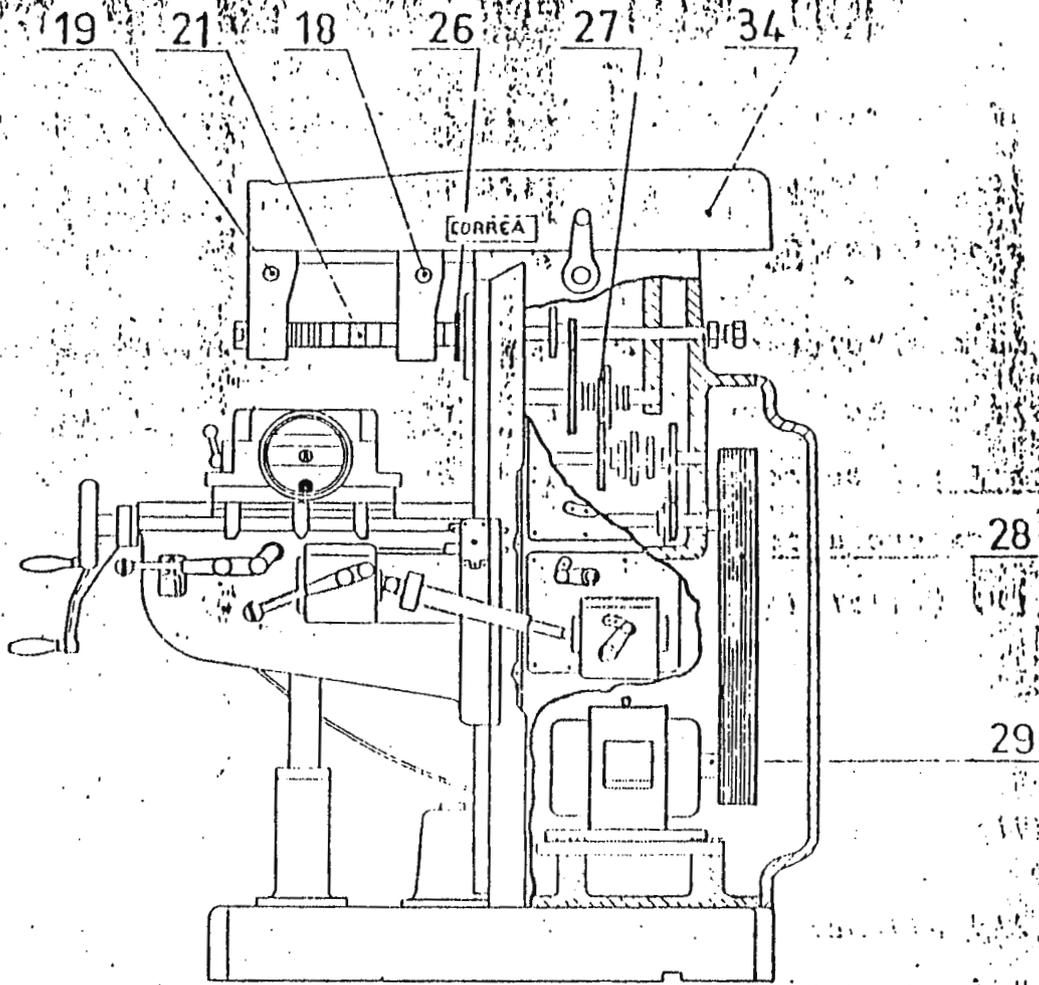
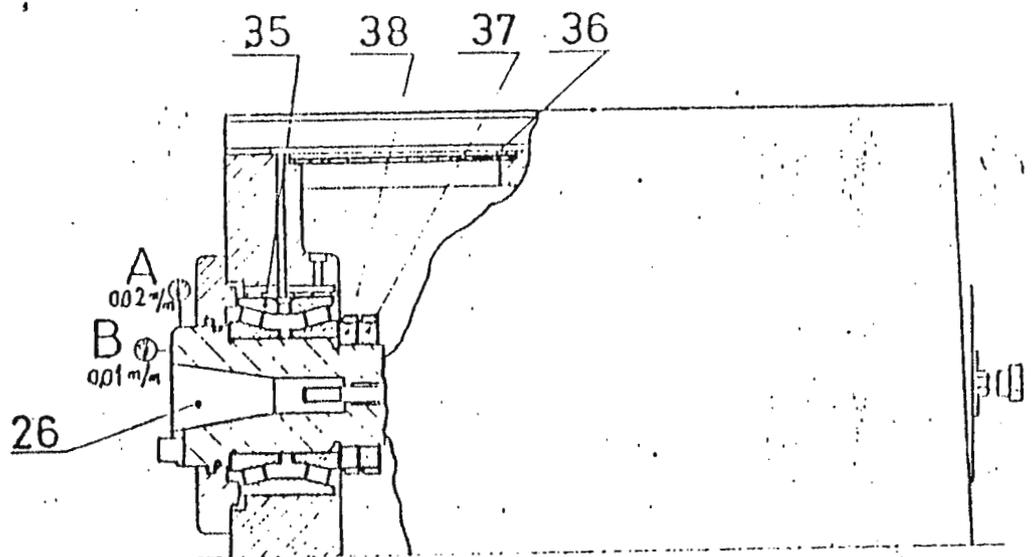

FIG. 16
FIG. 18
- 29) Desplazar el carnero 34 Fig. 16 hacia detrás hasta que quede libre la tapa 36 Fig. 18 y quitar esta.